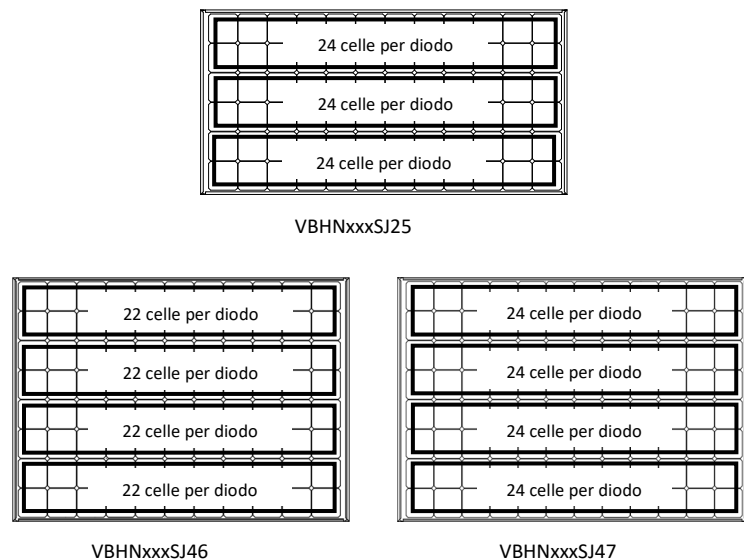

Figura 3: numero di celle in serie per ogni diodo di bypass
diodo (vedere Figura 3).
- Le specifiche dei diodi di bypass per i moduli VBHNxxxSJ46 sono le seguenti: numero di diodi di bypass: 4 diodi; numero di celle in serie per ogni diodo di bypass: 22 celle per diodo (vedere Figura 3).
- Le specifiche dei diodi di bypass per i moduli VBHNxxxSJ47 sono le seguenti: numero di diodi di bypass: 4 diodi; numero di celle in serie per ogni diodo di bypass: 24 celle per diodo (vedere Figura 3).